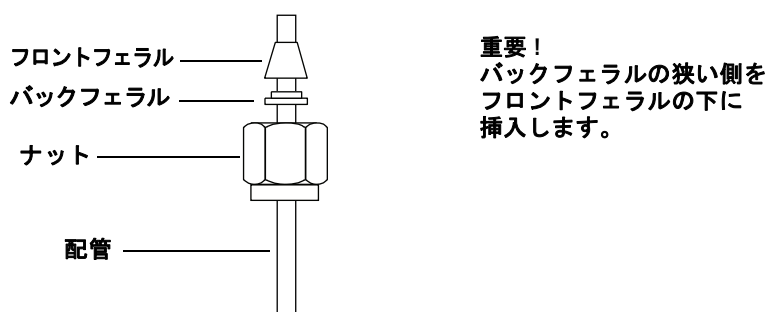

図 7 Swagelok ナットおよびフェラル
- 1 図 7 に従って、Swagelok ナット、バックフェラル、およびフロントフェラルを配管にはめます。